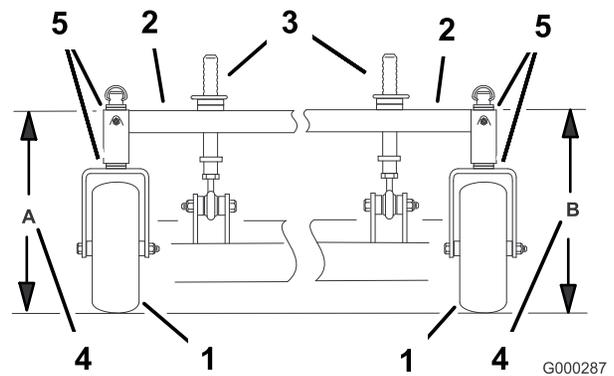

Figura 72
- Mida la altura del bastidor de tiro en la posición **A** (Figura 72).
- Mida la altura del bastidor de tiro en la posición **B** (Figura 72).